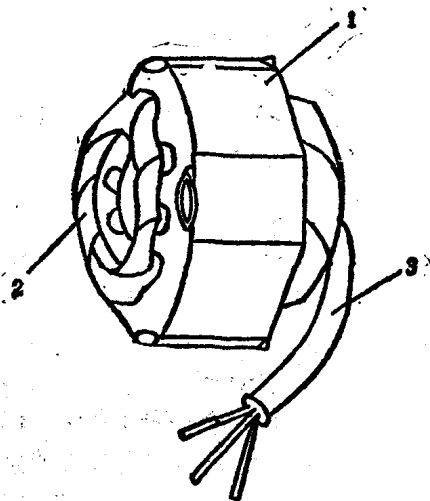
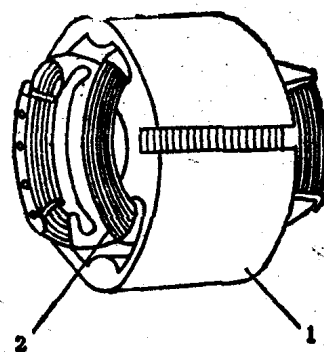
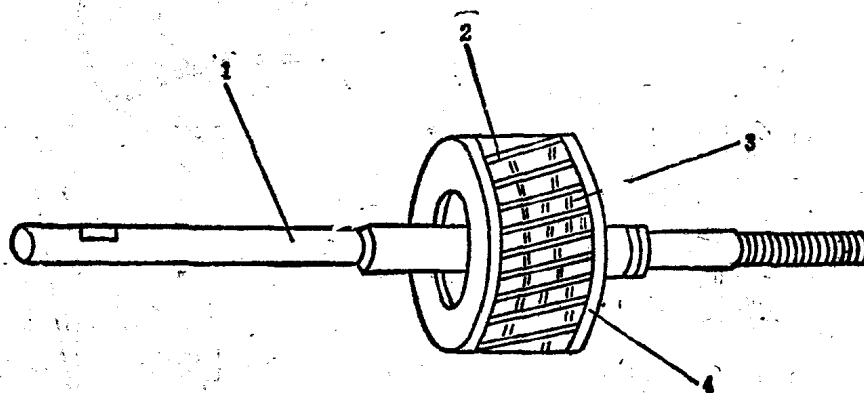

图 1-12 电容式电机定子
图 1-13 罩极式电机定子
图 1-14 转 子
(2) 定子绕组 也叫定子线圈，它是用高强度漆包线先在线模上绕成线圈，然后将线圈取下，再用人工或机器嵌入定子槽内。罩极式电机定子绕组通常由2~4只线圈组成，而电容式电机一般由8只线圈组成，其中4只线圈为主绕组，4只为副绕组。主绕组线径粗、圈数少、线圈电阻值小。而副绕组圈数多、线径细、电阻值高。所以一般可用万用表判别主副绕组。由上述可以看出，电容式电机无论是定子铁芯还是定子绕组都较罩极式电机复杂。图1-12和图1-13分别为电容式电机和罩极式电机的定子结构。
2. 转子 它由转子铁芯、转子绕组和转子轴等三部分组成，如图1-14所示。
2. 摇头开关 也叫摇头控制器，通过它可以控制电扇的摇头、工作和停止状态。常见的摇头开关有壳式和板式两种，如图1-13和图1-14所示。